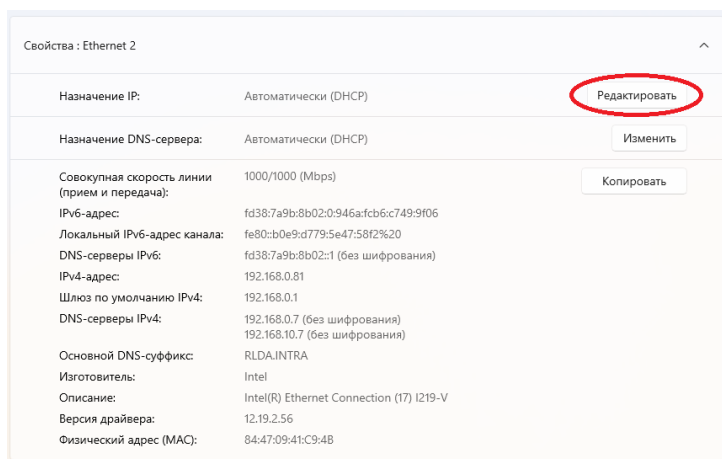

Рис. 1.4 Редактирование параметров назначения IP
- в пункте «Назначение IP» выбрать «Редактировать» (рис. 1.4).